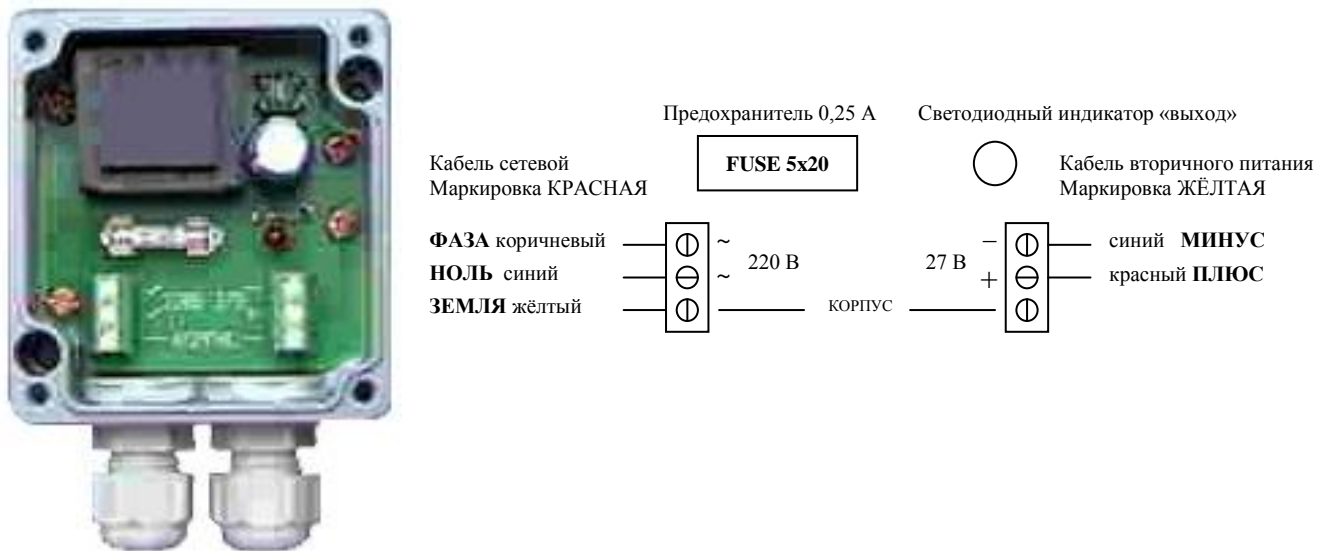

Рис. 8.2. Вид модуля питания со снятой крышкой и схема подключения.
8.2.2. Модуль питания (МП) выполнен в герметичном алюминиевом корпусе со съёмной крышкой (рис. 8.2). Крышка снабжена мягкой герметизирующей прокладкой и крепится к корпусу с помощью четырёх невыпадающих винтов из нержавеющей стали. На боковой поверхности корпуса закреплены два герметичных ввода для кабеля сетевого и кабеля вторичного питания. Кабели продеваются в герметичные вводы и фиксируются в них путём завинчивания стягивающей гайки ввода.